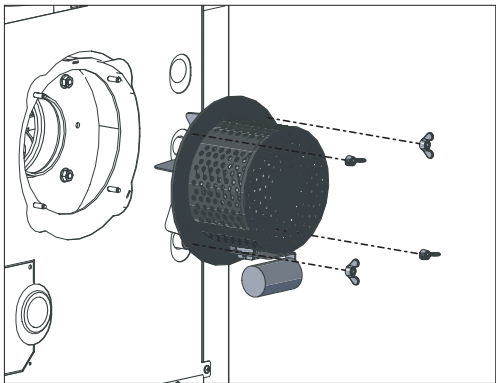

Fig. 62 Débrancher le connecteur du ventilateur et retirer les écrous à oreilles
- Débrancher le connecteur du ventilateur – Fig. 62.
- Retirer les écrous à oreilles de l'unité du ventilateur – Fig. 62.